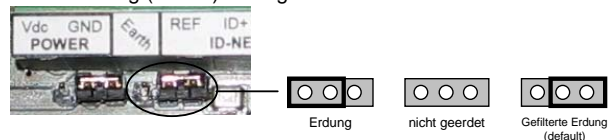

Abbildung 6 Schirm zu Erde - Brückenstellung
- Schließen Sie die Netzwerkschirmung (Shield) über die Brücke an die gefilterte Masse an, Standard-Einstellung siehe Abbildung 6 Schirm zu Erde – Brückenstellung).